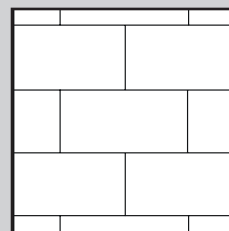

Figure. 3b
4. Commencez la deuxième rangée en emboîtant la languette dans la rainure qui tient la lame à un angle d'environ 30°. Poussez ensuite fermement la lame/dalle dans la rainure de la première rangée. Posez la lame/dalle suivante en emboîtant la languette dans la rainure le long du bord court (Figure 3). Il convient de poser les dalles et les lames en « décalé » pour faire en sorte que les quatre coins ne se touchent jamais. (Figure 3a et Figure 3b).